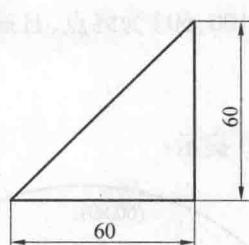

图 2.1 等边直角三角形
1. 用 LINE 命令绘制如图 2.1 所示尺寸的等边直角三角形。
绘图结果如图 2.1 所示。